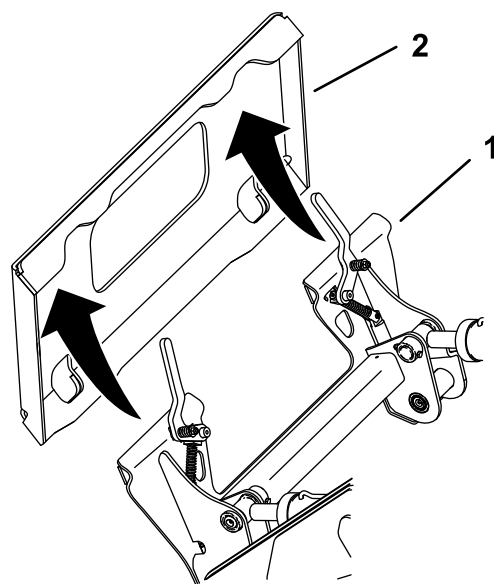

Figura 57
5. Coloque la placa de montaje debajo del reborde superior de la placa receptora del accesorio (Figura 57).